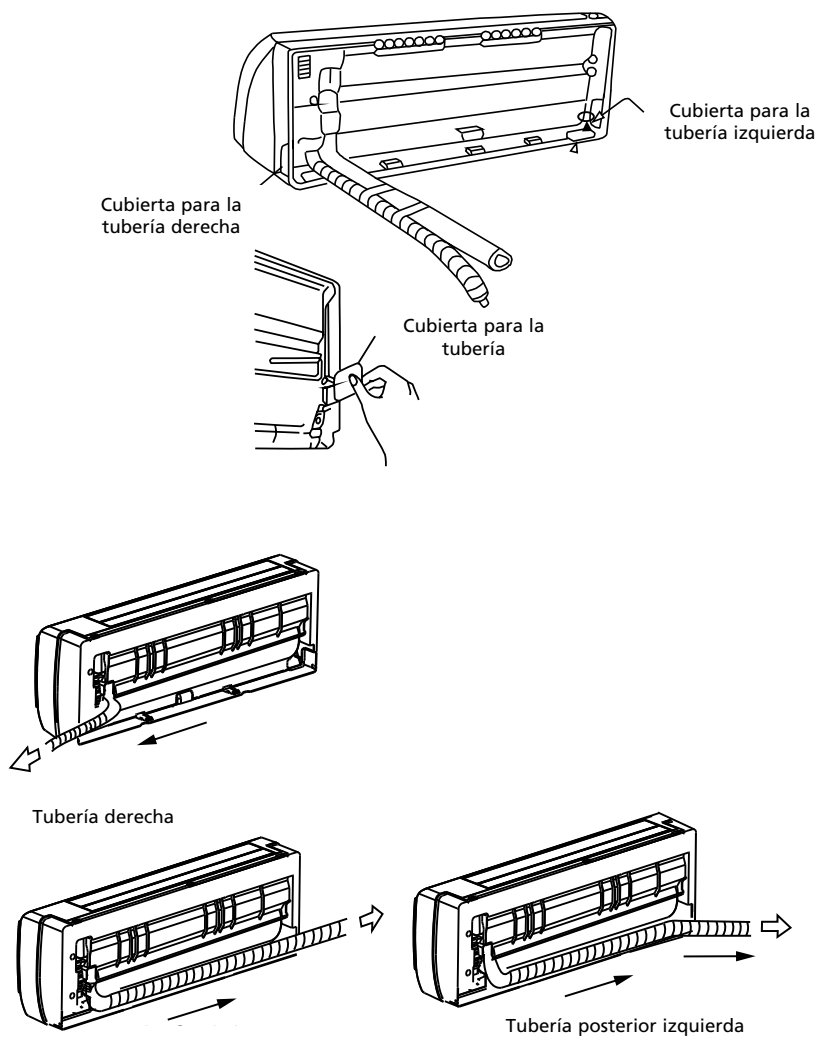

Figura 6
- La tubería se puede conectar de la parte trasera izquierda o la derecha de la unidad interior. Retire las placas de salida izquierda o derecha. Consulte la Figura 6.
- La tubería se puede conectar desde la parte trasera izquierda o la derecha. Consulte la Figura 6.